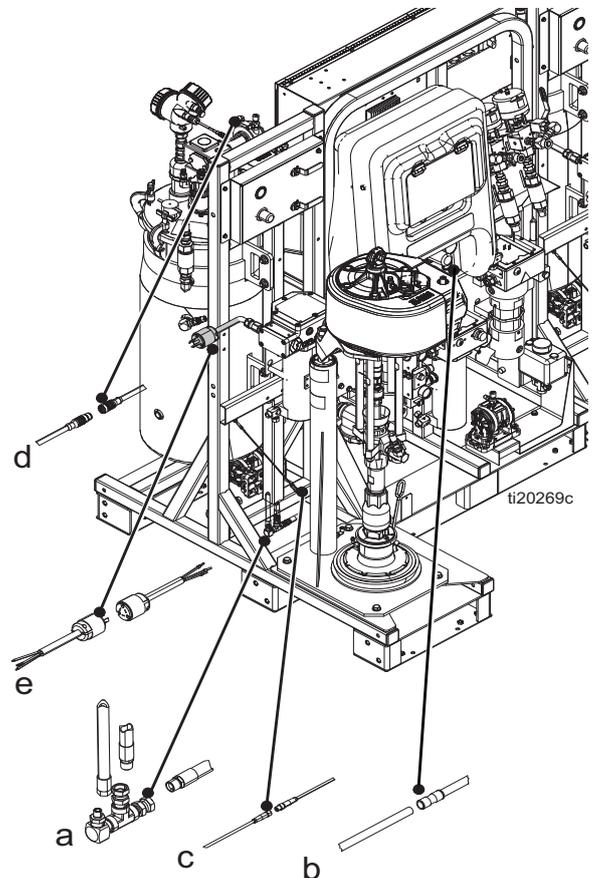

ABB. 15
- a. Verbinden Sie den roten 1/2-Zoll-Luftschlauch mit der Gelenkverschraubung. Siehe ‚a‘ in ABB. 15.
- b. Schließen Sie das Luftsignalrohr mit 1/4 Zoll Außendurchmesser an das Rohr mit Rohrverbinder an. Das ist das Steuersignal der Zufuhrpumpe. Siehe ‚b‘ in ABB. 15.
- c. Schließen Sie das kleine Kabel mit einem M8-Stecker an den passenden M8-Stecker an. Siehe ‚c‘ in ABB. 15.
- d. Schließen Sie das größere Kabel mit einem M12-Stecker an den passenden M12-Stecker an. Dies ist der Anschluss des Füllstandssensors. Siehe ‚d‘ in ABB. 15.